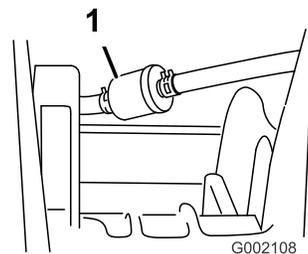

Figura 46
5. Retire as braçadeiras que fixam o filtro de combustível às tubagens (Figura 46).